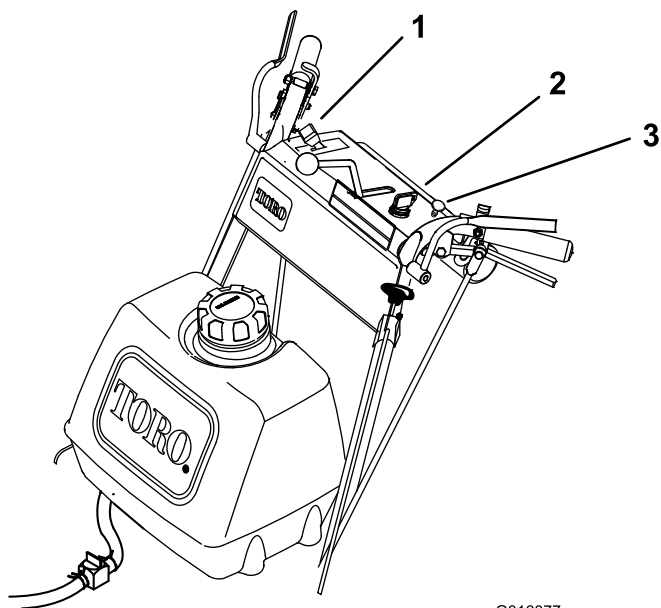

Рисунок 7
3. Переведите рычаг дроссельной заслонки в положение МЕДЛЕННО (Рисунок 7).